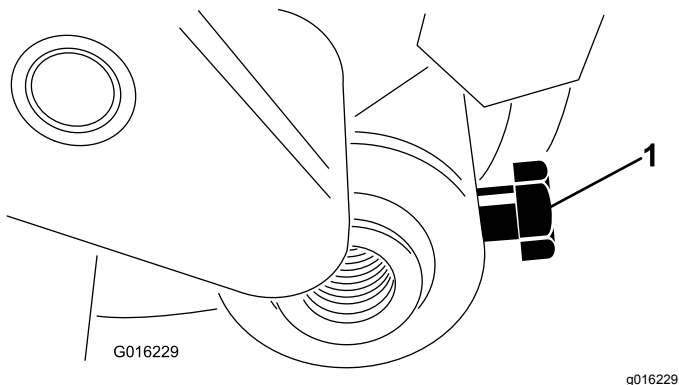

Bild 15
- Setzen Sie die Rollenwelle in den rechten Einstellarm ein und befestigen Sie diese lose mit der Rollenwellenschraube (**Bild 15**).
4. Zentrieren Sie die Rolle zwischen den Einstellarmen und ziehen Sie die Befestigungsscheiben fest (**Bild 15**).